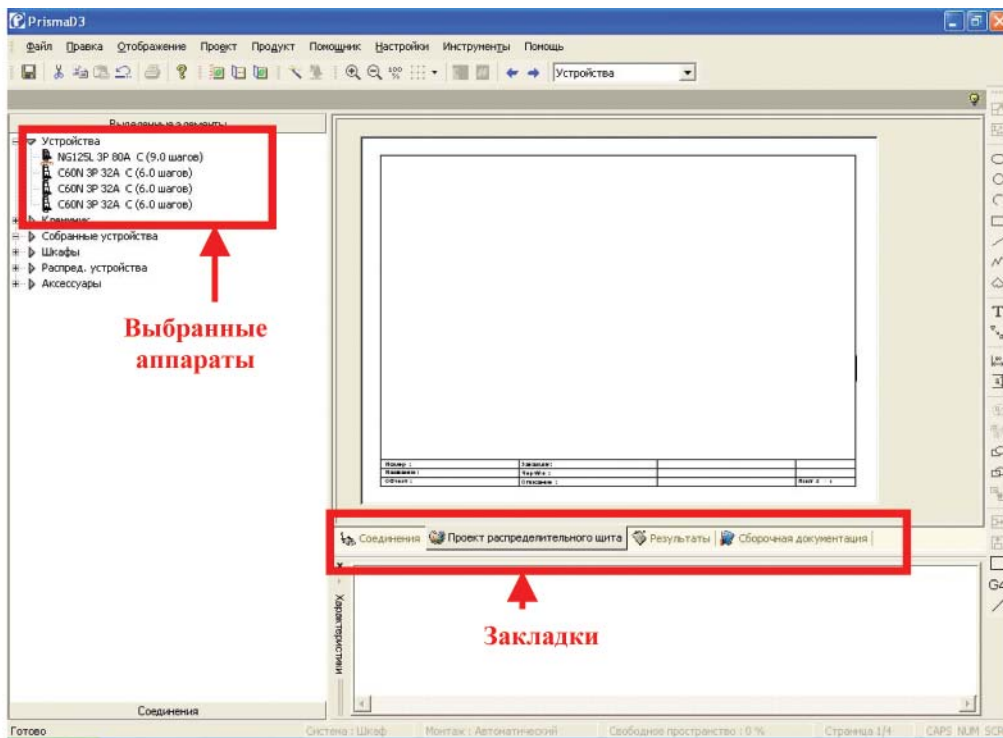

Рис. 51
- 1) Выбираем из электронного каталога модульные автоматические выключатели NG125 (1 штука) и C60a (3 штуки) (рис. 51).